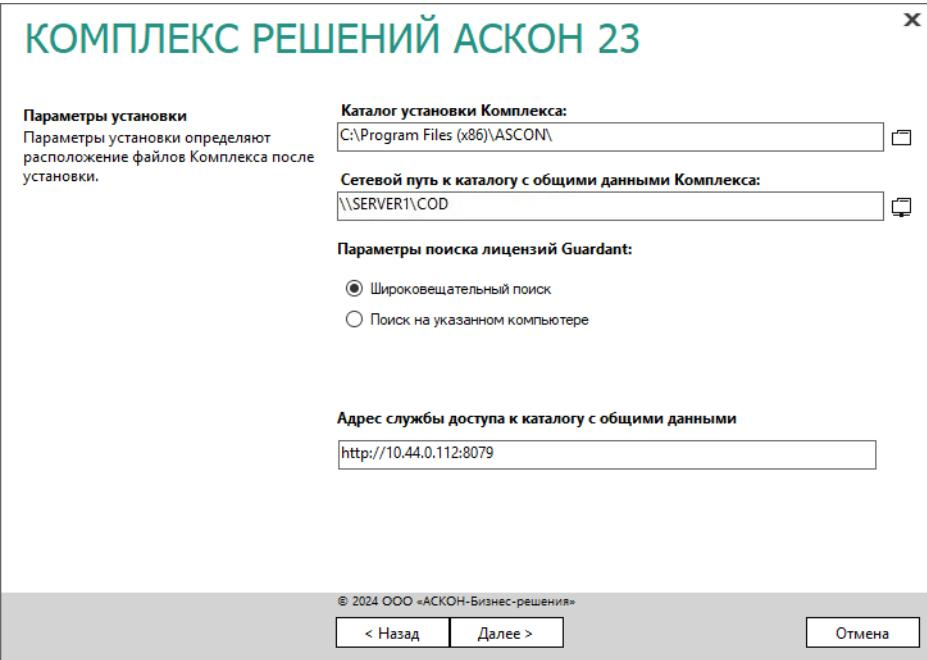

Рис. 4.52
1. Укажите полное имя каталога, в который будут установлены указанные компоненты Комплекса (рис. 4.52). При необходимости воспользуйтесь кнопкой **Выбрать**, чтобы указать каталог в стандартном окне Windows.